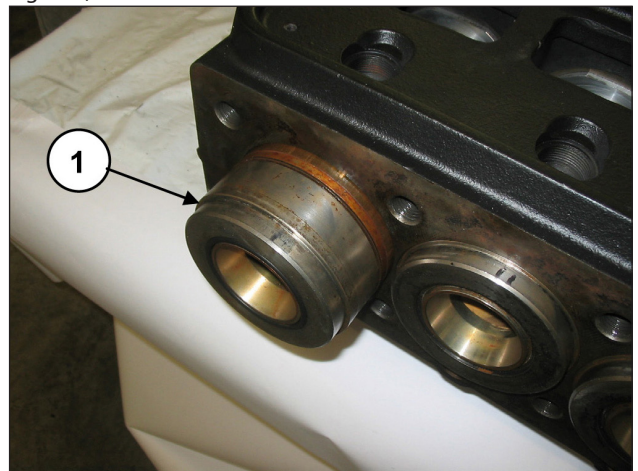

Fig. 114
Tourner l'arbre pour faire avancer le guide du piston de sorte que le tampon, en avançant à son tour, puisse chasser le support des joints et le groupe piston complet (rep. ①, Fig. 114).